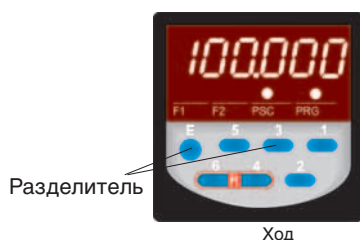

Рисунок 13
- а) Одновременно нажмите кнопки E+3 (см.рис. 13).